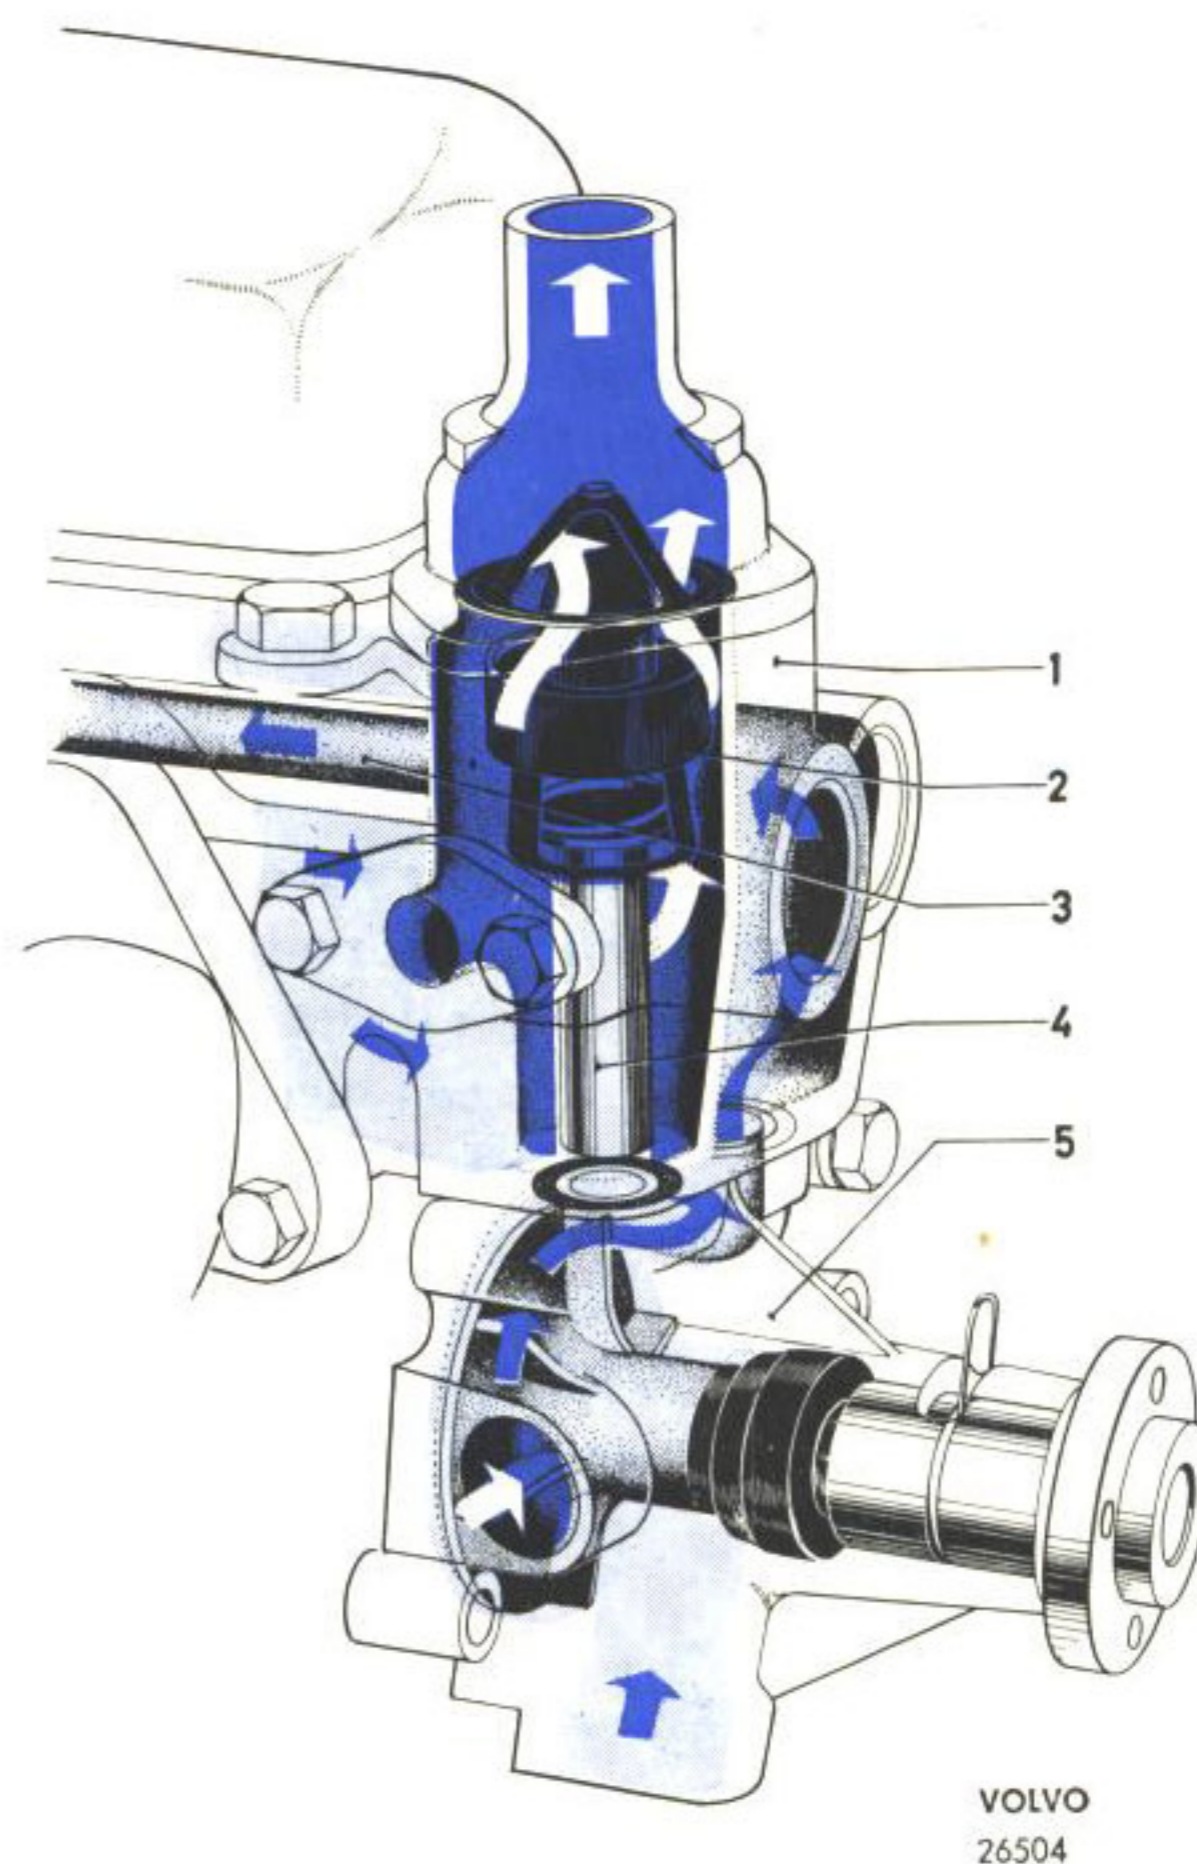

Bild 20. Kylvätskans strömning,
hela kylvätskemängden får strömma genom kylaren (bild 20). Cirkulationen regleras under drift av termostaten så att motorns temperatur hålles inom rätta värden. Genom fördelningsröret i cylinderlocket (3) erhålles en jämnt fördelad kylning av de varmaste partierna i cylinderlocket. Även partierna runtom tändstiften kyles och hålles därigenom vid konstant temperatur. Kylvattnet omkring cylinderväggarna cirkulerar genom termosifonverkan.